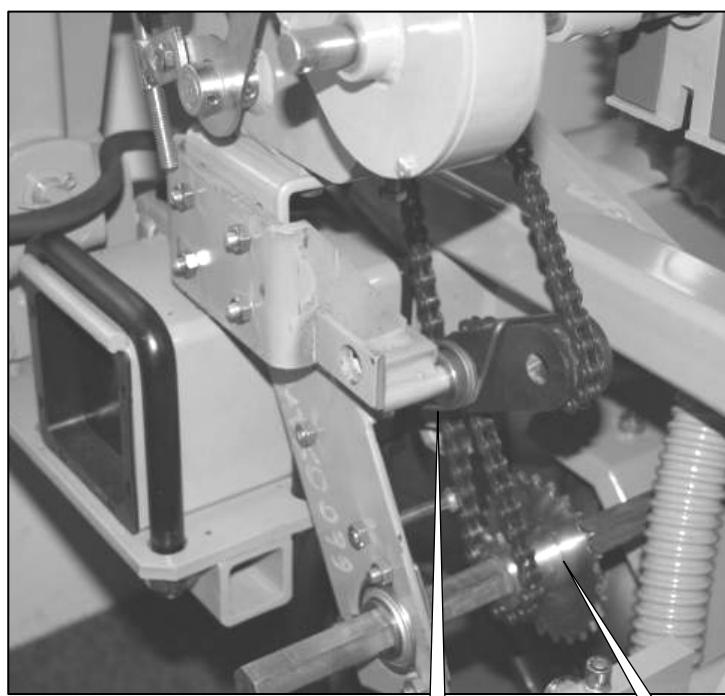
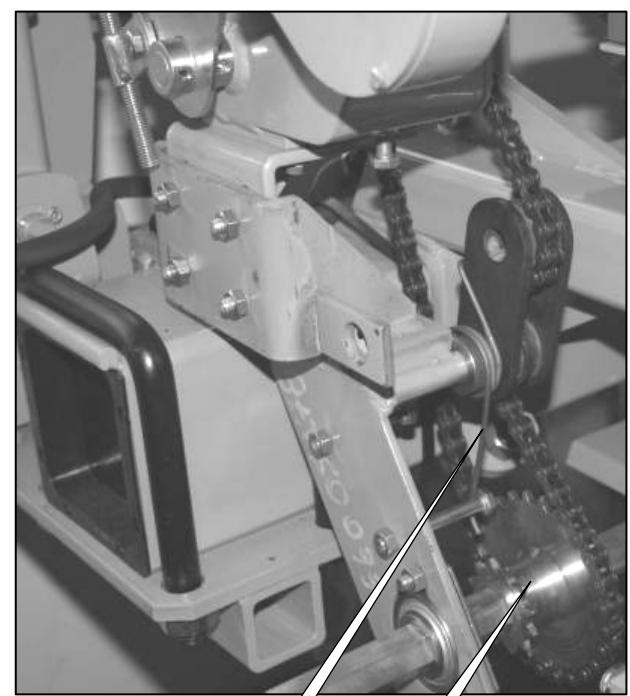

Fig. 2
Fig. 3
Due botole (B fig. 3 e 4) fornite di un tubo consentono lo spurgio della tramoggia.
Per fermare temporaneamente la distribuzione di concime, mettere la leva C su 0 (fig. 2).
- 2 - Changer la position de la chaîne sur le pignon double dentures (E fig. 2 et 3)
- 3 - Modifier la position du ressort de tendeur F (fig. 2 : pignon 12 dents, fig. 3 : pignon 25 dents)
- 3 - Die Position der Druckfeder F abändern (Abb. 2: Zahnrad 12 Zähne, Abb. 3: Zahnrad 25 Zähne)